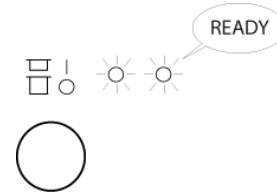

Fig.28
- Le chauffage est terminé quand le voyant VERT "E" s'allume et la machine est prête pour le cycle de lavage. (Fig.28)